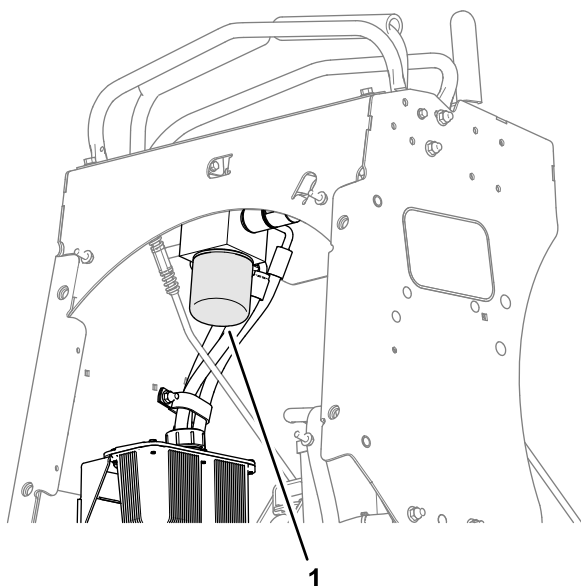

Figure 54
1. Dévissez et déposez le filtre, puis vidangez l'huile (Figure 54).
3. Vissez le filtre dans le sens horaire jusqu'à ce que le joint en caoutchouc rejoigne l'adaptateur, puis vissez-le encore de 2/3 à 3/4 de tour (Figure 54).